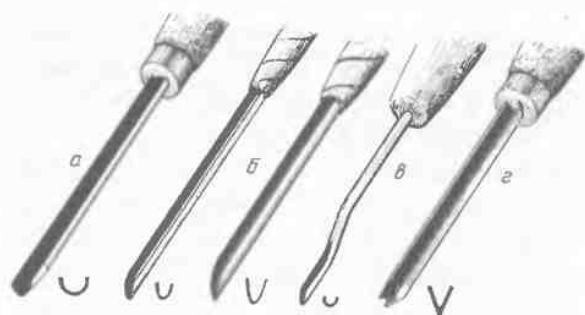

Рис. 111. Царазики и уголок: а — стандартный; б — из растяжек зонтиков; в — выполненный сверлением отверстия в стержне; г — стандартный уголок
**Царазики и уголки.** Царазики (их называют также царазики) (рис. 111, а—в) и уголки (рис. 111, г) служат одной цели: прорезке канавок, жилок, рельефно-вогнутых линий. Уголок дает четкую линию, царазик — более мягкую.
Очевидно, лезвие царазика лучше затачивать так, чтобы носик был выдвинут вперед, а боковые уголки округлены по типу полукруглых резцов (рис. 111, б, в). В принципе царазик — такая же полукруглая стамеска, только маленькая и с высокими бортами. В литературе есть рекомендации затачивать лезвие царазика только в форме прямого среза, перпендикулярного оси царазика или даже вогнутого в середине. Однако автор считает, что царазик с заovalенными уголками удобнее и для заточки, и для резьбы: острый кончик его дает большую кривизну, точнее направляется по линии, что немаловажно для мелкой резьбы, для которой он и предназначен, а сама канавка получается уже и четче.
Лезвие же уголка лучше затачивать в форме косого среза с выступающими углами бортов (рис. 111, г) и вогнутого посередине. Вероятно, здесь играет роль прямолинейность боковых режущих кромок бортов.